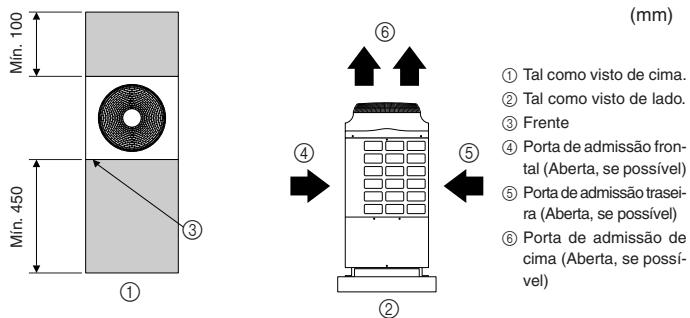

Fig. 2-3
- (1) Informações básicas para determinar o espaço necessário (Fig. 2-3)